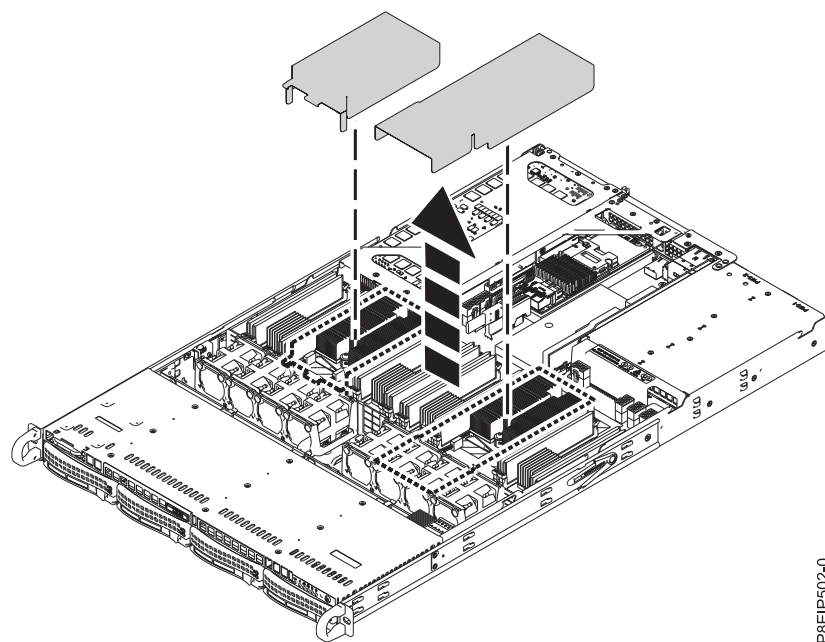

図 63. プロセッサー・エア・バッフルの取り外し
3. プロセッサー・エア・バッフルを取り外します (図 63 を参照)。 プロセッサー・エア・バッフルを慎重に外して、システムから持ち上げます。